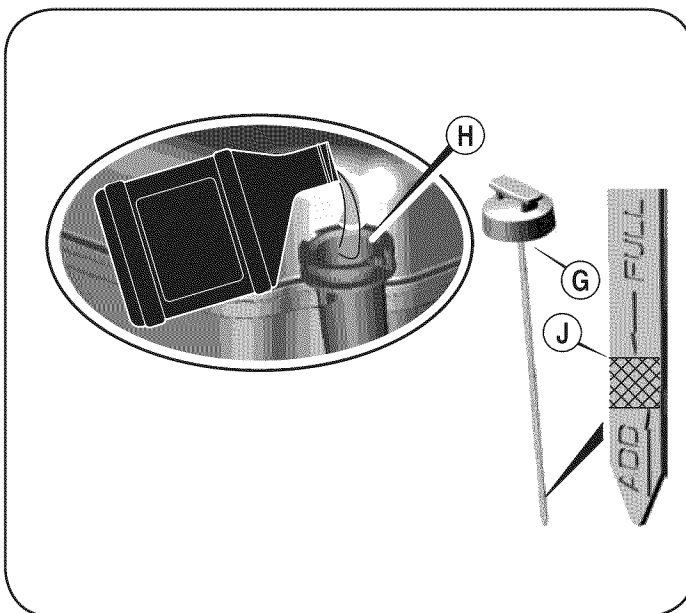

Figura 10
1. Saque la varilla del nivel de aceite (G).
2. Con la cortadora de césped ubicada en suelo nivelado, vierta el aceite lentamente por dentro del tubo de llenado de aceite del motor (H) hasta la marca de límite alto en la varilla medidora del nivel de aceite (J). Vea la Figura 10.
3. Coloque y ajuste la varilla indicadora. Luego quitela para revisar el nivel de aceite. Vea la Figura 10.